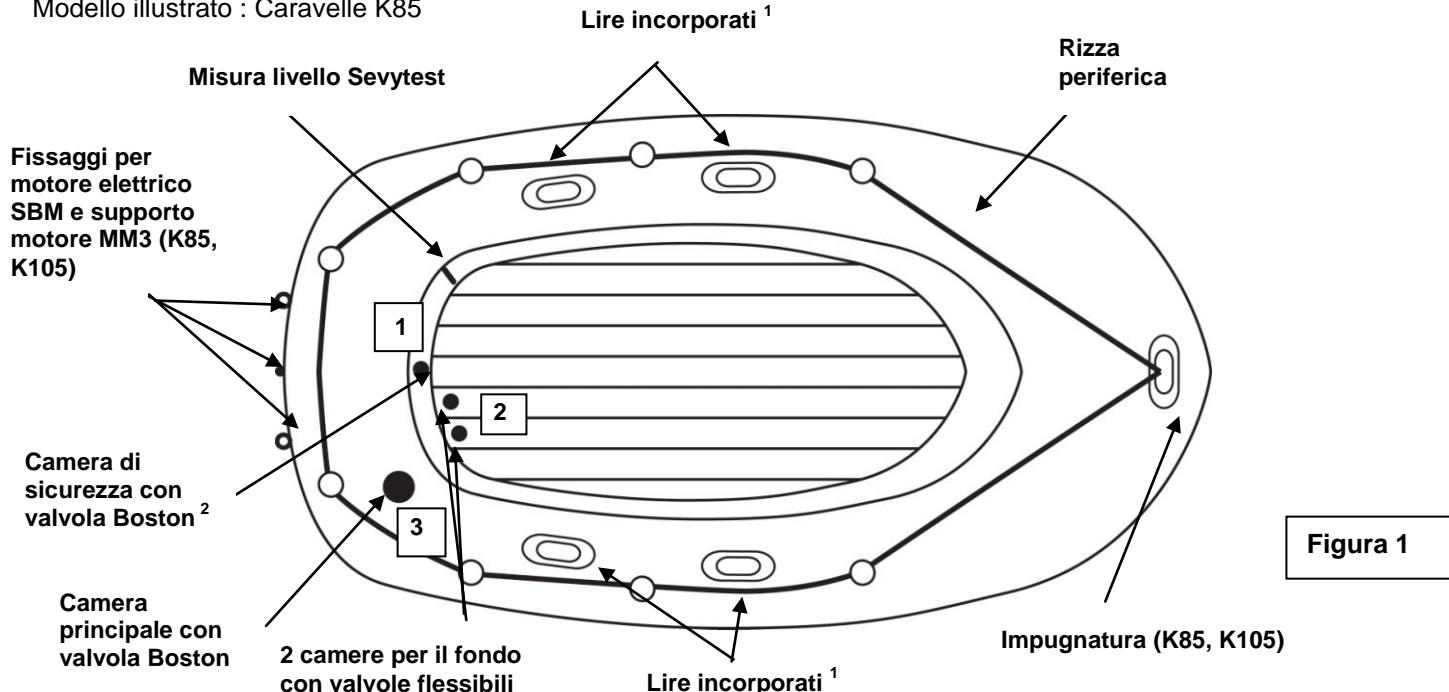

Figura 1
- Valvola(e) Boston (figura fronte) : sviti il cappuccio della valvola (1), avvitil il corpo della valvola (2) nella base della valvola (3) ; abbia cura che il cappuccio resti accessibile. Inserisca l'estremità del gonfiatore nella valvola e gonfi fino a raggiungere il livello di pressione raccomandato (vedere punto 3). Dopo il gonfiaggio, chiuda bene tutte le valvole con il loro cappuccio (nel senso delle lancette d'un orologio). **N.B. :** una leggera fuga d'aria prima della chiusura è normale, solo il **cappuccio della valvole assicura la TENUTA STAGNA**.
2. Gonfi l'imbarcazione secondo l'ordine di gonfiaggio indicato sulla placca d'immatricolazione stampata sull'imbarcazione (vedere anche figura 1, la numerazione delle valvole).
3. Livello di pressione massimale : **la pressione d'utilizzazione di questo prodotto è di : 0,06 bar (= 60 mbar). Non l'oltrepassate.** La Sua imbarcazione è equipaggiata d'una misura livello Sevytest che permette di verificare la pressione. Gonfi per prima cosa la camera di sicurezza (vedere figura 1), fino al segno "+" del Sevytest, poi la camera principale (vedere figura 1) fino al segno "-". **Sovrapressione** : sgonfi fino a raggiungere il livello di pressione raccomandato. **Calo di pressione** : rigonfi leggermente. **N.B.** : può accadere che l'indicatore della misura livello SEVYTEST non ritorni alla posizione iniziale dopo frequenti gonfiaggi a causa d'un allungamento del PVC sotto l'influsso della pressione di gonfiaggio. Ma potrà ancora verificare che esso è posizionato dentro i limiti dei livelli di pressione raccomandati.